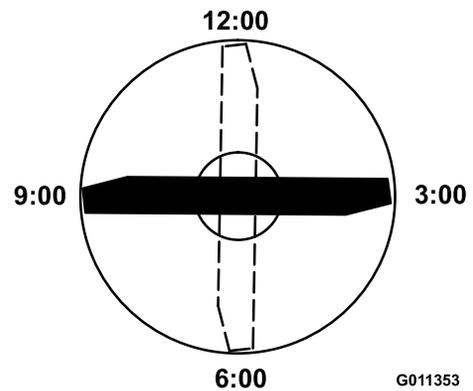

图 14
4. 将刀片带标记一端的刀刃放在 12 点钟位置剪草方向的正前方 (图 14) 并测量从桌面到刀片刀刃的高度。
5. 将刀片的标记端旋转至 3 点钟和 9 点钟位置 (图 14) 并测量高度。